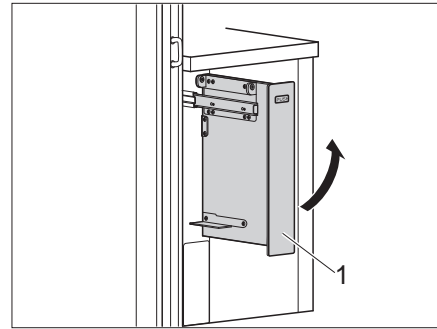

Bild 97 Verbreiterung nach oben schwenken
- Verbreiterung (Bild 97,1) nach oben schwenken.
- Verbreiterung (Bild 97,1) nach unten schwenken.